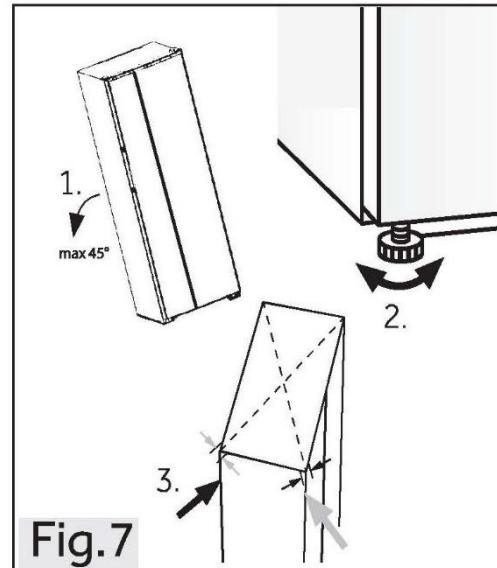

Fig.7
1. Przechyl urządzenie lekko do tyłu (rys. 7).